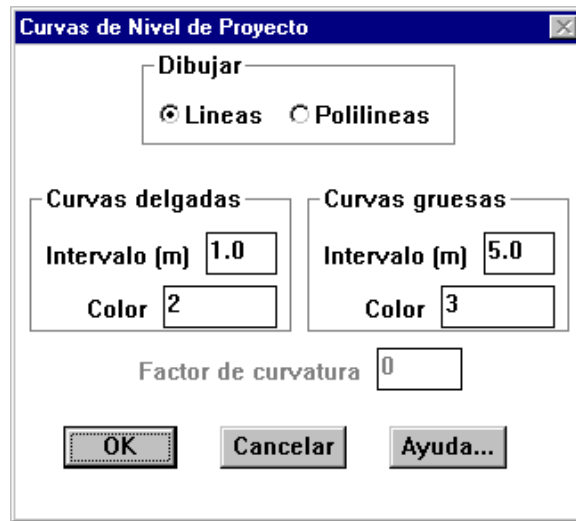

Fig. 32: Caja de diálogo para generar curvas de nivel de proyecto
4. Genere las curvas de terreno activando la rutina correspondiente (Altimetría→ Curvas de Nivel→ Terreno) y acepte los valores por default . Seleccione la triangulación de proyecto por medio de una ventana de selección, sin importar incluir la triangulación y puntos de proyecto, ya que el programa filtra automáticamente de la selección la triangulación válida. Después de generadas las curvas de nivel apague las capas de triangulación de terreno y proyecto y utilice la rutina para anotar curvas de nivel (Altimetría→ Curvas de Nivel →Anotar) (fig. 32 y 33).